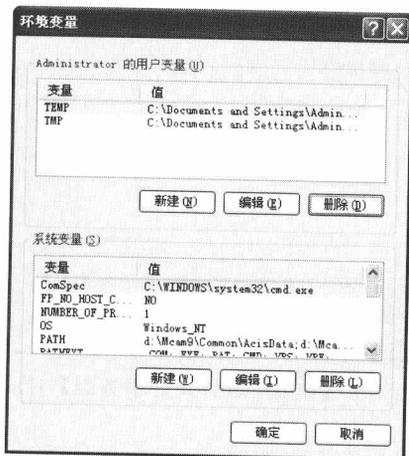

图 1-1 【环境变量】对话框
- 01 在桌面上右击【我的电脑】/【属性】选项,弹出【系统属性】对话框。选择【高级】选项卡,然后单击 按钮,弹出【环境变量】对话框,如图1-1所示。